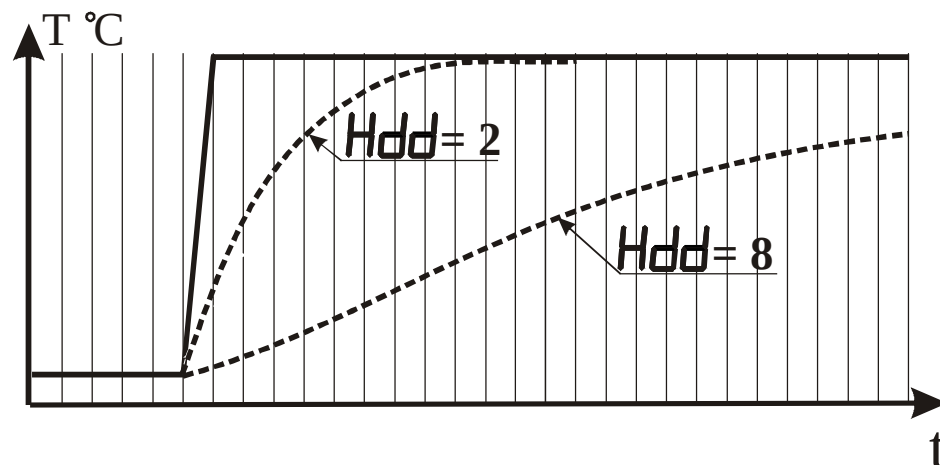

Рисунок 3.10 - Влияние параметра “Время усреднения” на показания прибора при различных значениях параметра Hdd
температуры отличается от результатов предыдущего измерения на значение, которое превышает указанное в параметре “Полоса фильтра”, то проводится повторное измерение температуры, а на индикаторе остается старое значение (см. рисунок 3.10). О повторном измерении свидетельствует мигание светодиодного индикатора “К” зеленого свечения.
3.3.2.7 Параметр “Время усреднения” указывают в количестве периодов опроса входного датчика ($N_{\text{опр.}}$). Этот параметр позволяет добиться более плавного изменения показаний прибора. Для этого производится вычисление среднего арифметического из последних ($N_{\text{опр.}}$) измерений. При значении параметра равном 0 интегратор выключен. Уменьшение значения времени усреднения приводит к более быстрой реакции прибора на скачкообразные изменения измеряемого параметра, но снижает помехозащищенность прибора (см. рисунок 3.10).